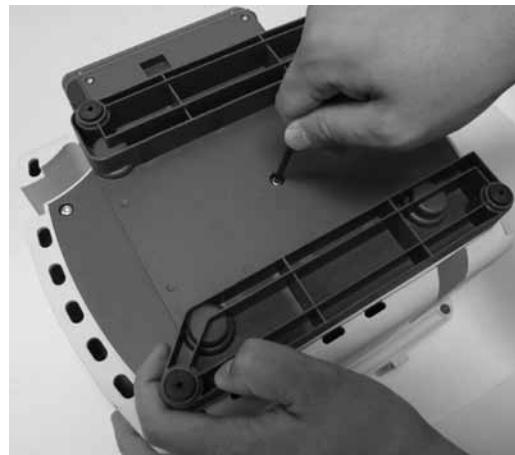

Fig. 21b
Ziehen Sie die Schraube (Z) handfest an. (Fig.21b)